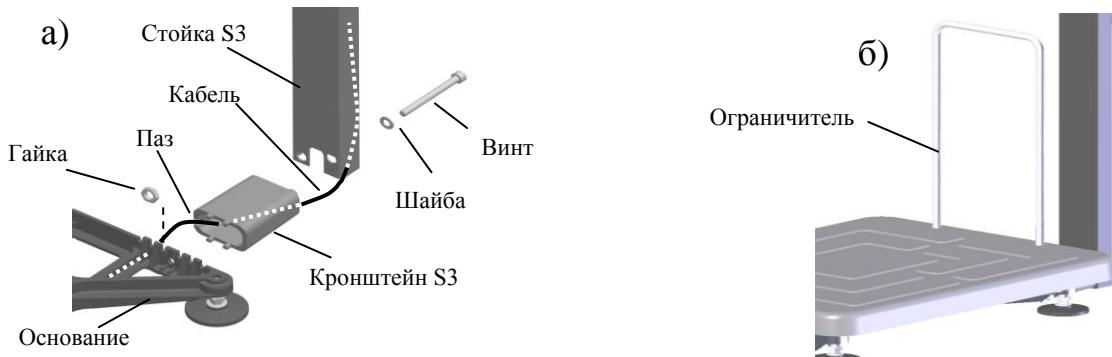

Рис. 6.2 - Крепление прямоугольной стойки к модулю TB-S_
- Протянуть кабель через кронштейн и стойку, Рис. 6.2 а. Кабель должен входить в паз кронштейна.
- Плотно вставить в отверстия платформы ограничитель (Рис. 6.2 б).